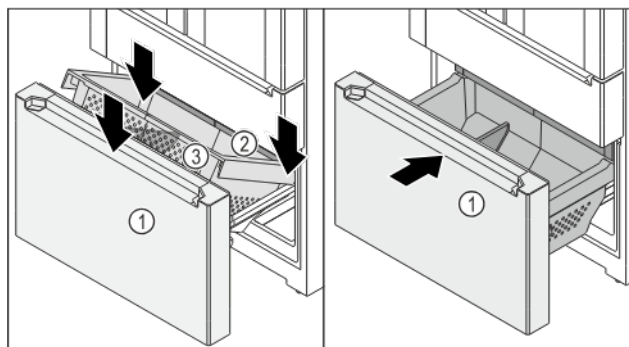

Fig. 154
- ☐ Wózek wysuwany Fig. 154 (1) jest wyjęty.
- ☐ Szuflada Fig. 154 (2) jest wsunięta.
- Pojemnik Fig. 154 (3) umieścić po prawej i lewej stronie na szynach.
- ▶ Pojemnik Fig. 154 (3) opuścić z przodu tak, aby pojemnik Fig. 154 (3) znajdował się na szynach po prawej i lewej stronie.
- ▶ Wsunąć wózek wysuwany Fig. 154 (1).